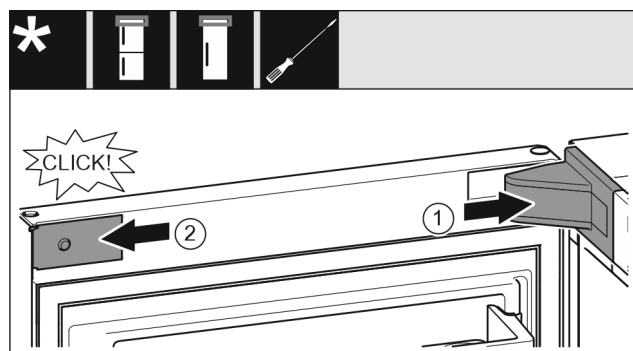

Fig. 22
- Vendosni kapakun mbulues të bazamentit mbështetës Fig. 22 (1) dhe mbërthejeni në vend, duke i ndarë nga njëri-tjetri nëse nevojitet.
- Vendosni panelin mbulues Fig. 22 (2) anash dhe mbërthejeni në vend.